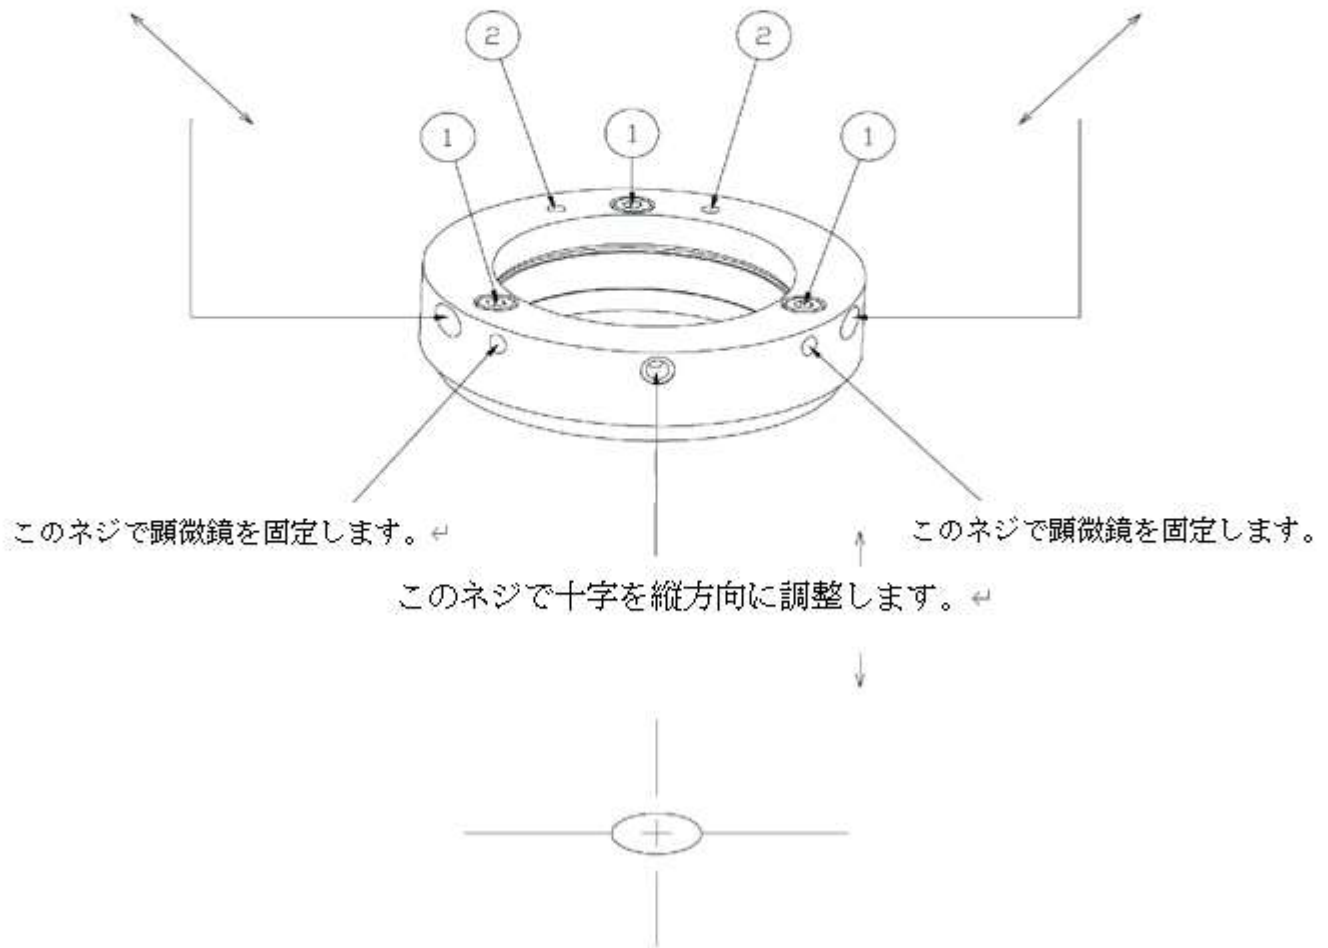

図 4
1. 顕微鏡を取り付けブラケットに置いてください。(図 4)